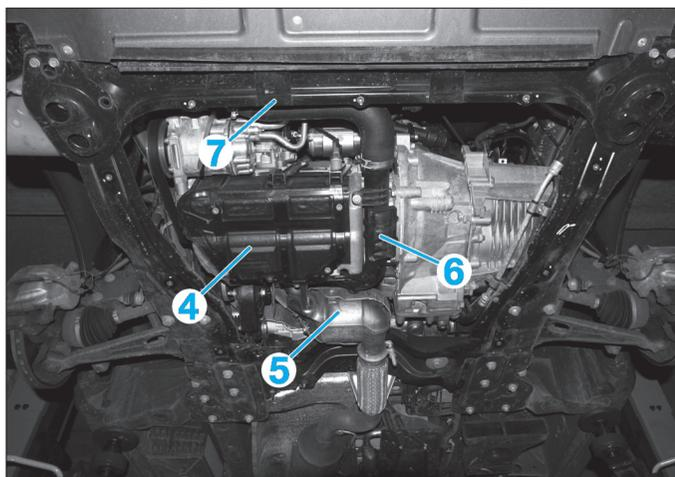
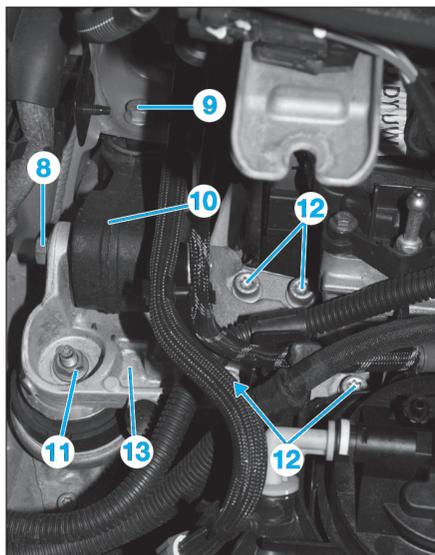

Fig. 68
Fig. 69
- Sous le véhicule, déposer (Fig.68) :
- la protection (4) du carter de filtre à huile,
- le précatayseur (5),
- le conduit d'air (6),
- la traverse avant (7) du berceau.
- Déposer les vis (8) et (9) puis la biellette anticouple supérieure (10) (Fig.69).
- Déposer l'écrou (11), les vis (12) puis le support moteur droit (13).